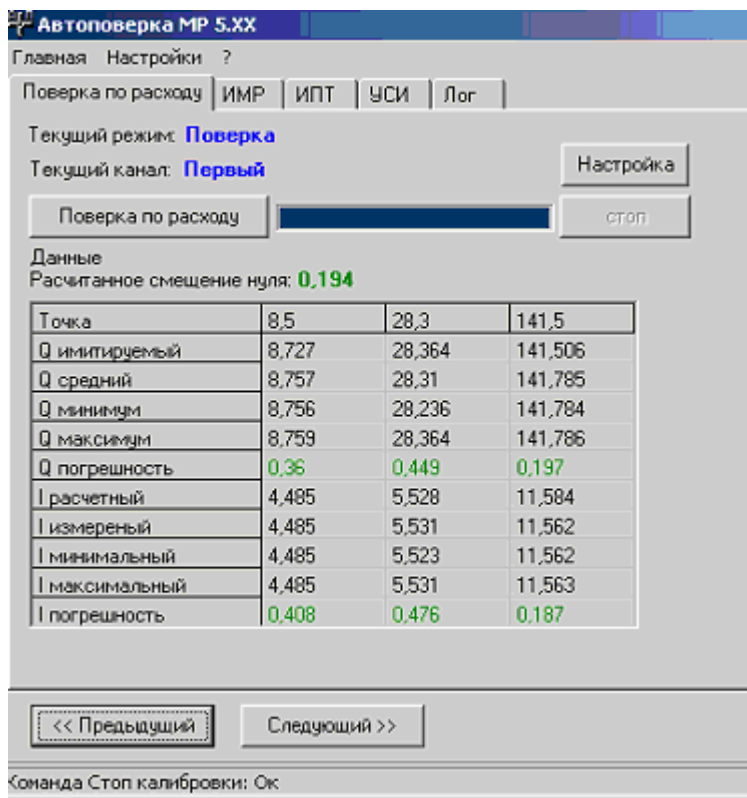

Рис. 20. Вид вкладки «Поверка по расходу».
2.5.3.5. Нажать кнопку **Следующий** и в открывшейся вкладке **Поверка по расходу** в выпавшем окне дать команду на поверку ранее выбранного канала. Программа в автоматическом режиме поверяет канал по измерению расхода и токовый выход расходомера (если таковой присутствует). Результаты выводятся в область данных (рис.20).